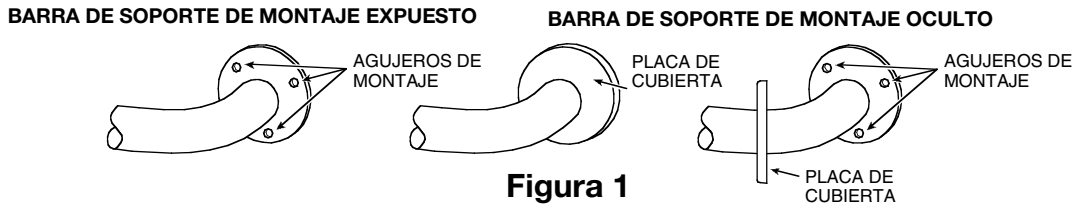

Figura 1
1. Saque la barra de soporte y las piezas del paquete. Si se usa la barra de soporte de montaje oculto, quite las placas de cubierta de los agujeros de montaje (**vea la Figura 1**).
7. Si usa la barra de soporte de montaje oculto, mueva las placas de cubierta sobre los agujeros de montaje y presione firmemente contra la pared (**vea la Figura 1 en la página 5**).